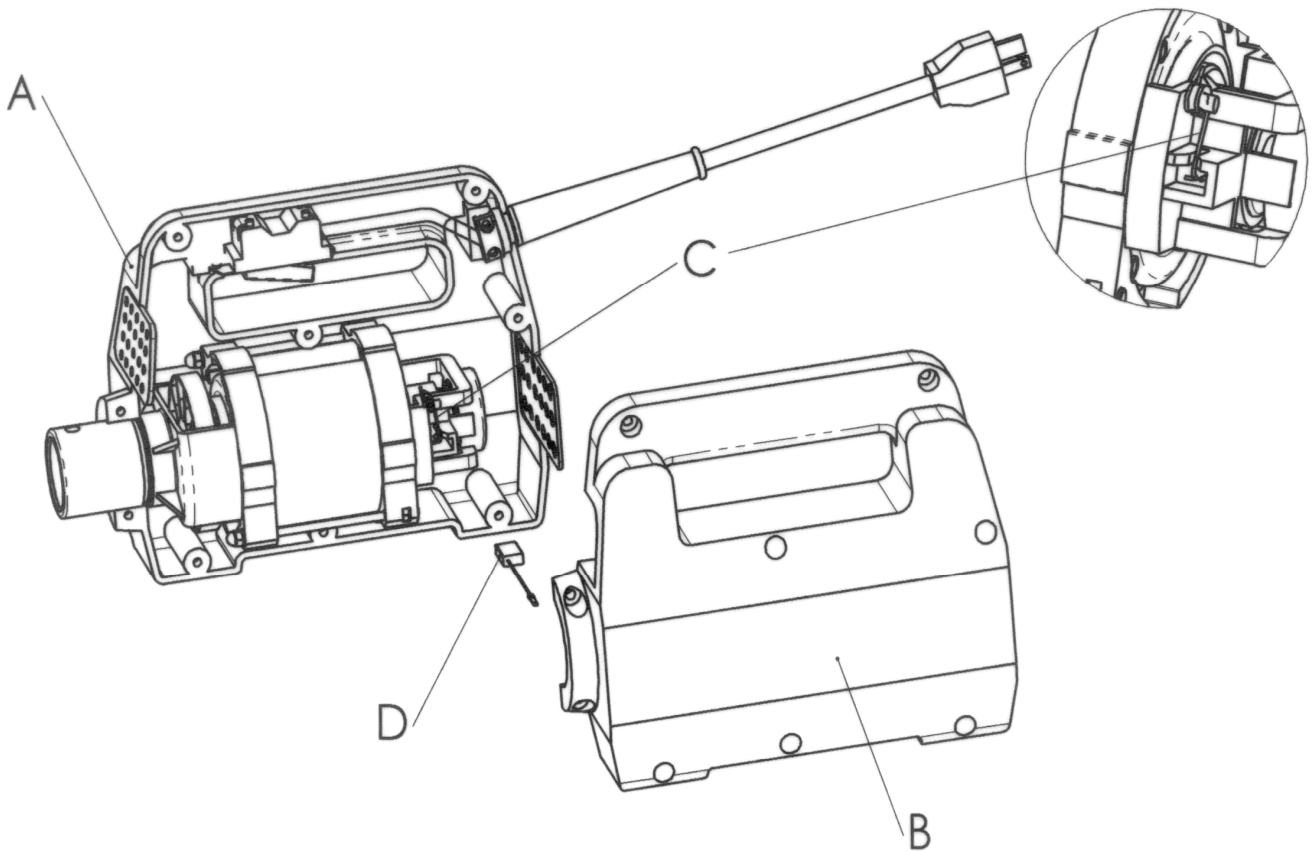

Fig.: 1.10-1
- **Moteur Électrique:** Il faut vérifier l'état de la cheville, câble électrique, interrupteur et roulement. Les balais du moteur c'est le seul élément qui se trouve soumis à usure. Pour vérifier leur état, vous devez ouvrir la couverture **Pos. A** et **B** et ensuite lever la gâchette du ressort **Pos. C** et ôter le balai **Pos. D**. Vérifier et si elle nous montre une usure importante il faut la remplacer. Agir de la même manière pour les deux. **(Voir figure 1.10-1)**.